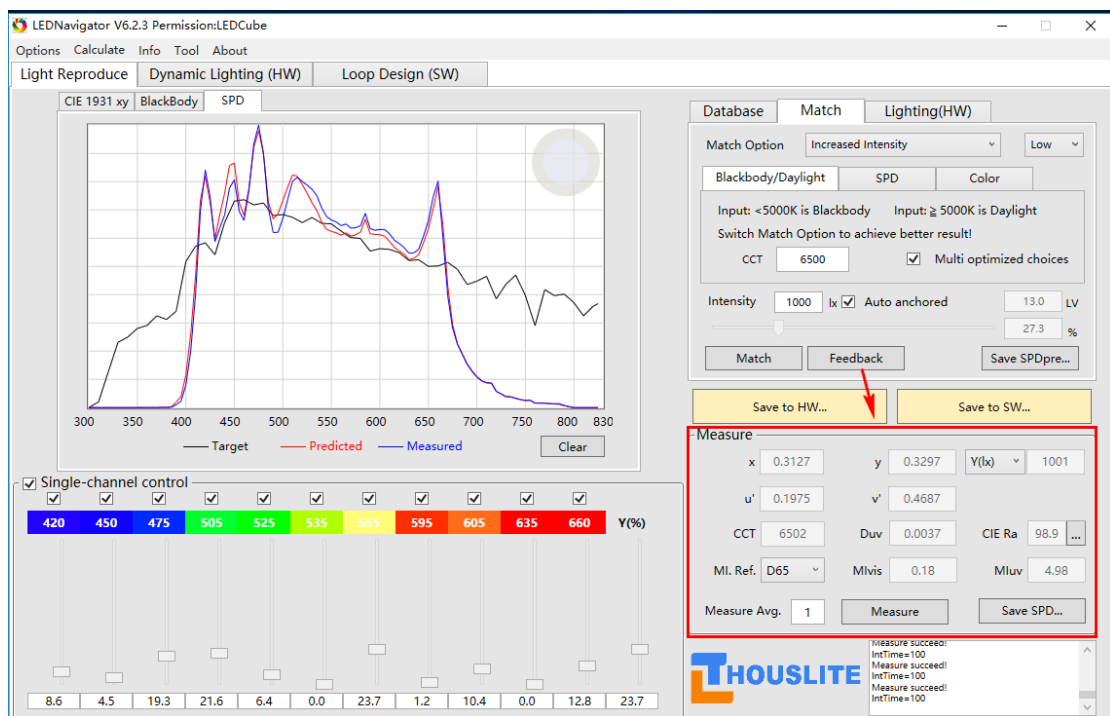

图 5.4. 第一次 Feedback 后实测结果
- 8) 点击 *Feedback* 后，详见图 5.4，实测色温为 6502K、显色指数 98.9、同色异谱指数 0.18、照度 1001lx；满足要求；